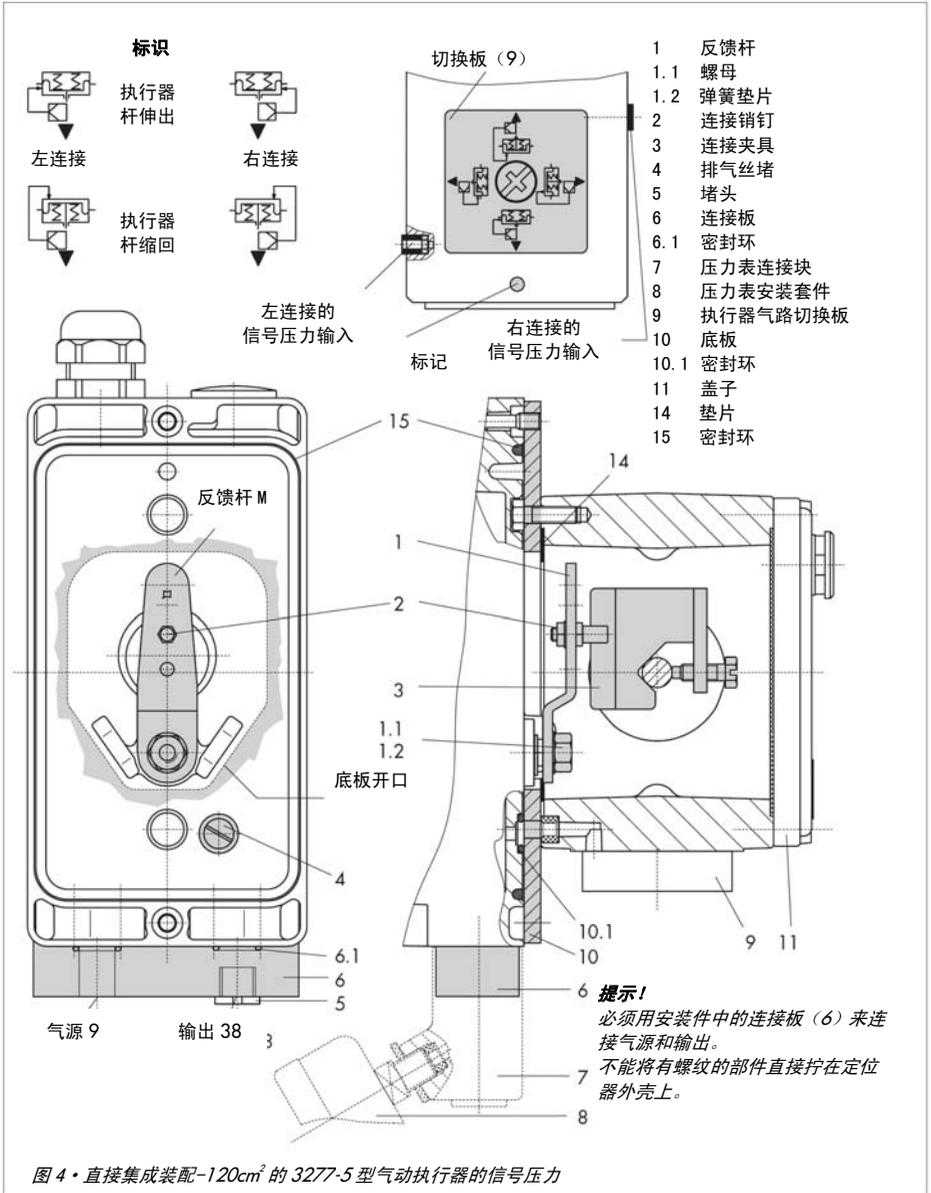

图 4 · 直接集成装配-120cm2 的 3277-5 型气动执行器的信号压力
4. 将底板(10)切口的狭窄侧(图 4, 左边)指向信号压力连接处。确保粘合的垫片(14)放好在执行器支架上。